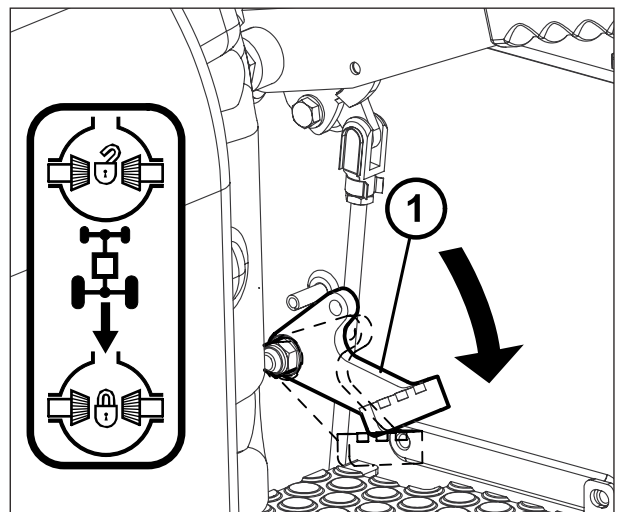

Fig. 59a
*Bloqueo del diferencial trasero: para acoplar el bloqueo del diferencial trasero apretar y mantener apretado el pedal (2 Fig. 59a). Cuando se suelta el pedal el diferencial trasero se desbloquea inmediatamente.*